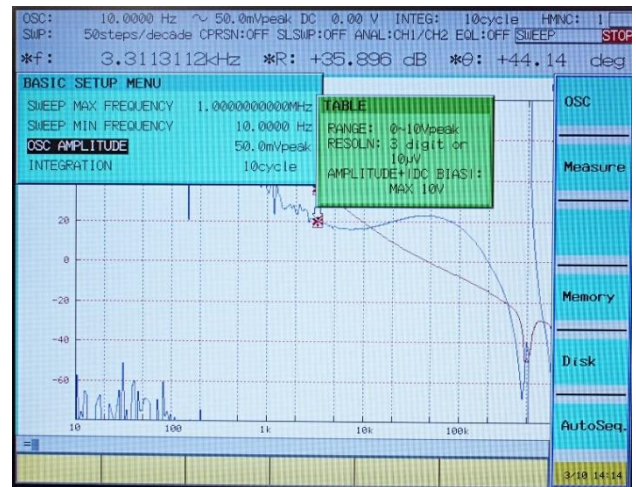
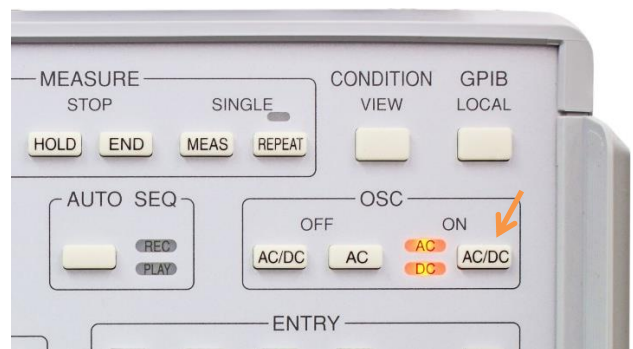

Figure 11 信号发生器设定画面
Figure 12 振荡信号输出 ON 按钮
5. 在环路的线性工作范围内确定振荡信号的输出电平。设定振荡信号输出电平 (Figure 11), 开启输出 (Figure 12)。变更信号发生器菜单值时, 请注意在再次按下 AC/DC ON 键之前实际的输出值不会变更。振荡器输出等级的决定方法将在后面叙述。